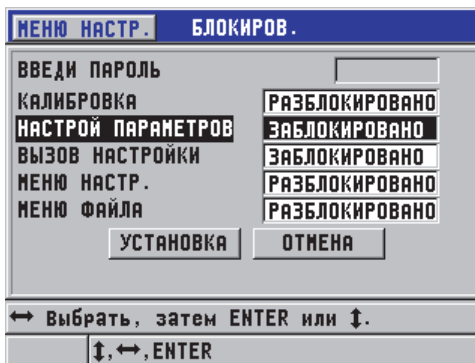

Рис. 7-10 Окно БЛОКИРОВКА
2. В окне **БЛОКИРОВ.** (см. Рис. 7-10 на стр. 155):